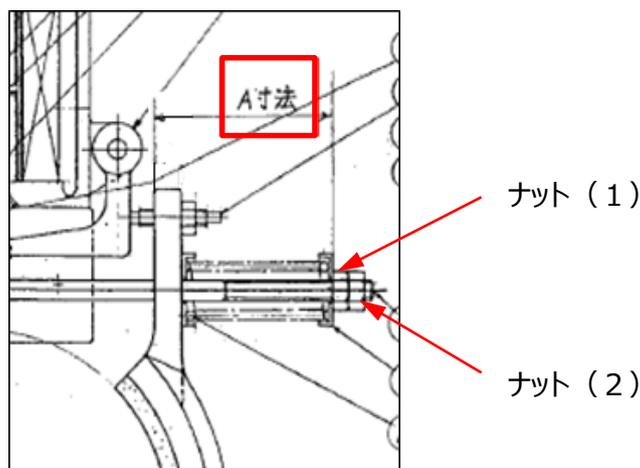

図12 : 制動スプリング締込み部
- ① ブレーキが制動状態 (ブレーキ電源OFF) であることを確認し、ブレーキが効いている状態にして下さい。
- ② 制動スプリングは巻上機及びモーターの出力によってセット荷重が異なるため「ナット(1)」の締込み量でスプリングのたわみ量を調整して下さい。
- ③ (図12) 「ナット(2)」を締込み、しっかりと固定して下さい。